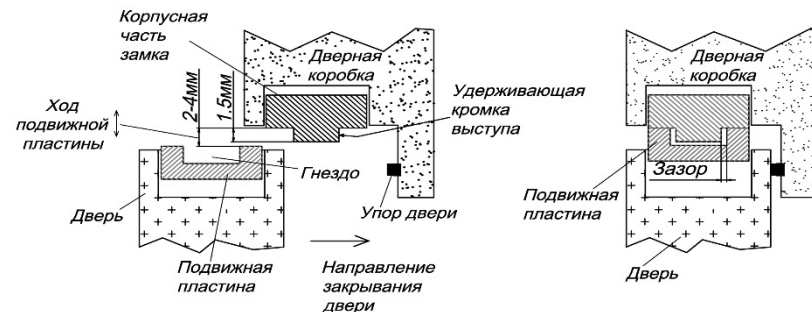

Рисунок 7
5.6 В закрытом положении двери между рабочими кромками удерживающего выступа на корпусе и гнезда якоря должен сохраняться гарантированный ЗАЗОР. При этом подвижная пластина якоря не должна защемляться из-за влияния уплотнения двери, деформации дверного полотна, неточной навески петель и других факторов, создающих «отдачу» двери при закрывании (рисунок 7).